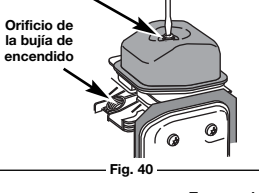

Fig. 42
- Deslice la galga entre el brazo oscilante y el resorte de retorno de la válvula. Mida el huelgo entre el vástago de la válvula y el brazo oscilante (Fig. 42). Realice esto en las válvulas de entrada y de escape.